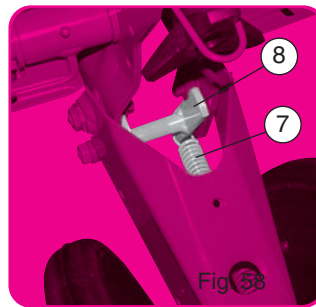
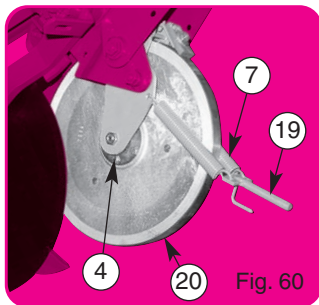
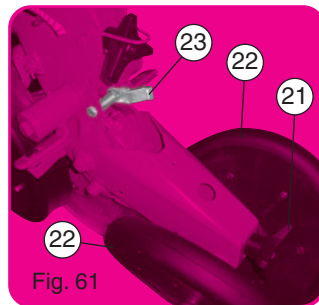

Fig. 58
Fig. 60
Fig. 61
- Démontez le bloc arrière, désolidariser les ressorts ⑦ et supprimer l'entretoise en H ⑧ (fig. 58).
- Récupérer les 2 ressorts ⑦, les monter sur le cadre ④ (fig. 60). Respecter l'orientation de l'embout de réglage ⑱.
- Mise en place de la roue ⑳.
- Mise en place de la poignée ㉑ (fig. 61).
- Position de fonctionnement (fig. 61).
- Demontieren Sie die hintere Andruckrolle und entfernen Sie die Feder ⑦ gleichzeitig mit der Distanzhülse ⑧ - Fig. 58.
- Den Rahmen ④ ohne Andruckrolle in Position ⑩ mit Schraube und Mutter ⑫ anschrauben. Weiter Schraube ⑬ in die Halterung der hinteren Andruckrolle ⑨ mit Abstandshülse ⑮ Unterlegscheibe ⑭ und Spezialmutter ⑯ und Kontermutter ⑰ einsetzen.
- Die zwei Federn ⑦ in den Rahmen ④ - Fig. 60 - einsetzen. Achten Sie auf die richtige Anbringung des verstellbaren Endteils ⑱.
- Verstellerschraube ㉒ für Fig. 61 anbringen
- Führen Sie die Pos. Fig. 61 aus
- Remove the rear unit, separate the springs ⑦ and remove the H spacer ⑧ (fig. 58).
- Take the 2 springs ⑦, and assemble them on the frame ④ (fig. 60). Respect the orientation of the adjusting end part ⑱.
- Position the adjusting handle ㉒ (fig. 61).
- Operation position (fig. 61).